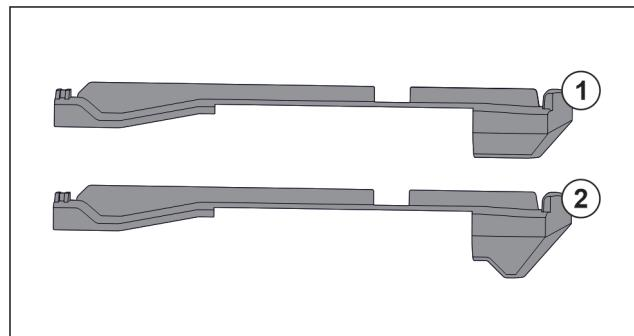

Fig. 78 Porovnanie násuvných dielov
V zariadení sa nachádzajú dva rozdielne násuvné diely. Násuvný diel nad spodnou zásuvkou Fig. 78 (2) má trojuholníkovú hranu. Všetky ostatné násuvné diely Fig. 78 (1) majú rovnú hranu.
- Namontujte násuvný diel Fig. 78 (2) s trojuholníkovou hranou nad spodnú zásuvku.
- Namontujte násuvný diel Fig. 78 (1) s rovnou hranou na všetky ostatné miesta.